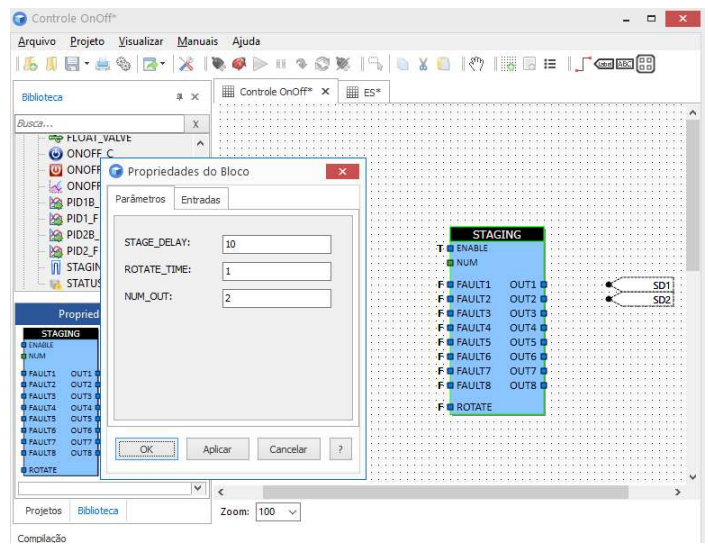

Figura 11
3. Entre nas configurações do bloco Staging8, na aba parâmetros, no campo STAGE_DELAY: coloque o valor "10"; No campo ROTATE_TIME: coloque o valor "1"; No campo NUM_OUT: coloque o valor 2; (Figura 11)